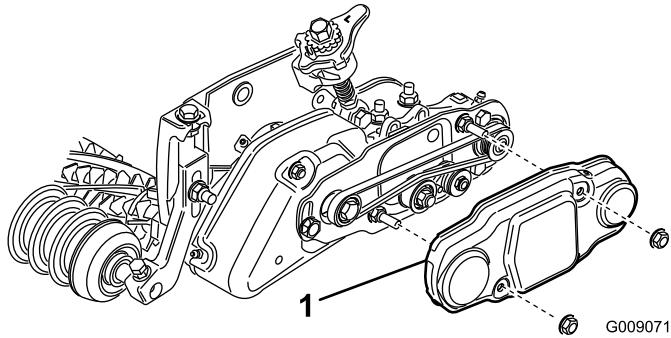

Figura 36
48. Coloque la cubierta de la correa sobre los pernos de montaje y sujetela con 2 tuercas con arandela prensada (Figura 36).